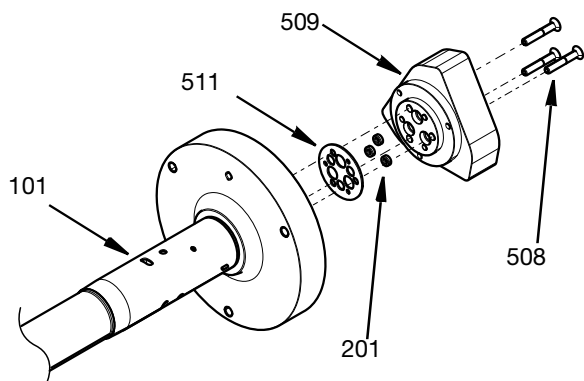

FIG. 27
7. Montar os três vedantes de haste restantes (201) na caixa do cilindro de ar (509). Consultar **Kit de ferramentas de inserção e remoção de vedantes de haste, 25T489** página 37 para instalação de vedantes de haste. Colocar uma nova junta (511) e usar três parafusos M4 (508) para fixar a caixa do
cilindro de ar ao corpo central (101). Apertar para 29,2 pol-lbs (3,3 N•m). Consulte a FIG. 27.